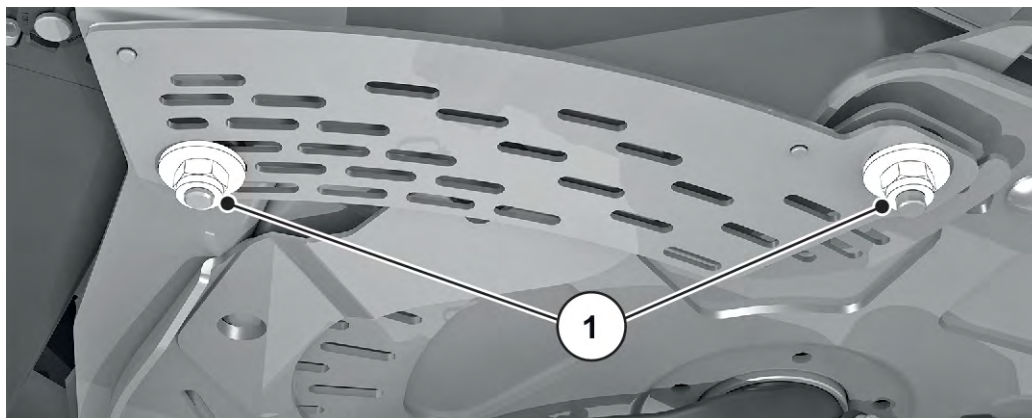

*Fig. 87: Trækstangbolt i doseringsåbningen*
- ✓ Doseringsspjældet er trykket let mod bolten. Se *Fig. 87 Trækstangbolt i doseringsåbningen.*